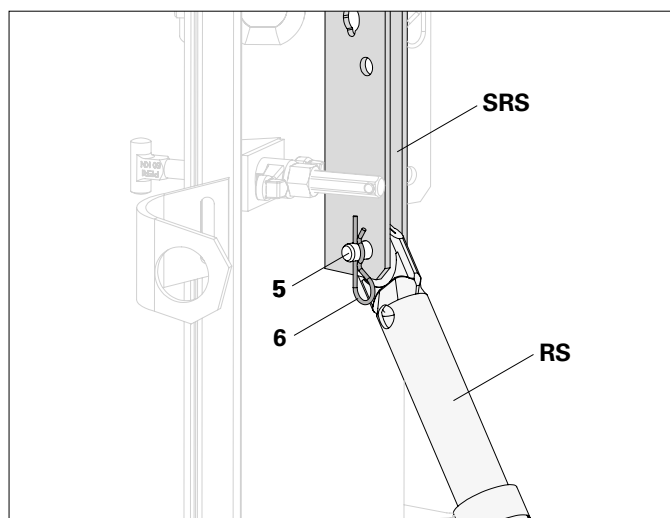

Fig. A7.04
Fixer l'étais tirant-poussant (RS) entre les cosses de connexion (SRS) du coffrage de poteau circulaire SRS à l'aide des boulons (5) et des goupilles de sécurité (6). (Fig. A7.04)